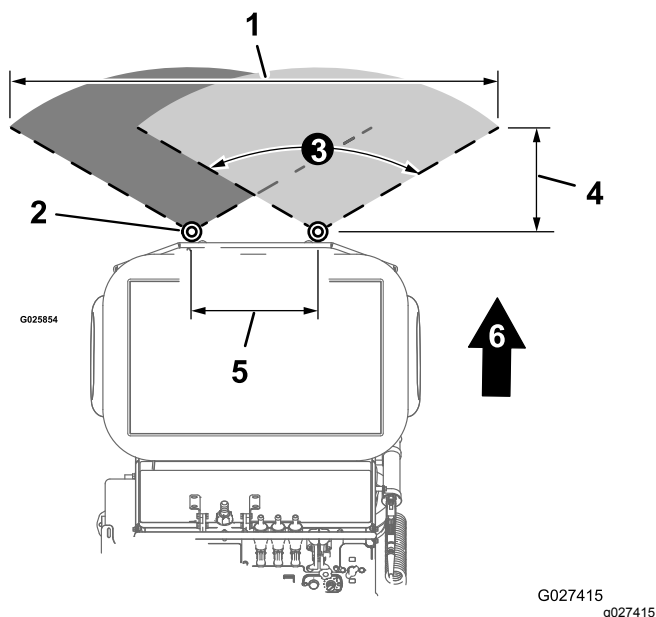

Figure 50
- Le grand angle de pulvérisation (Figure 50) de la machine est **274 cm (108 po)**.